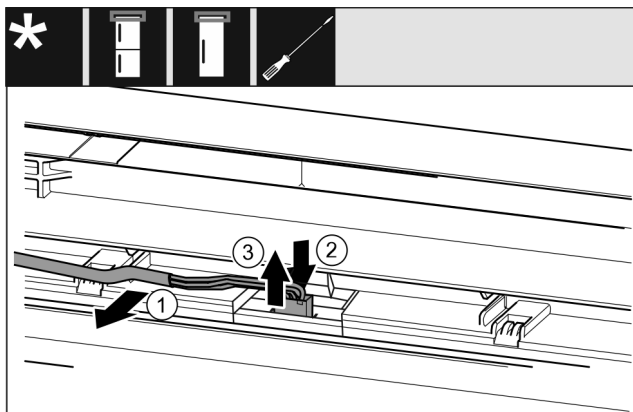

Fig. 22 制冷/冷冻组合/冰柜/冰箱*
- ▶ 将电缆 Fig. 22 (1)小心地从门内的导向装置上松开。*
- ▶ 向后按住插头后方的接片 Fig. 22 (2)。*
- ▶ 小心地向上拉出插头 Fig. 22 (3)。*